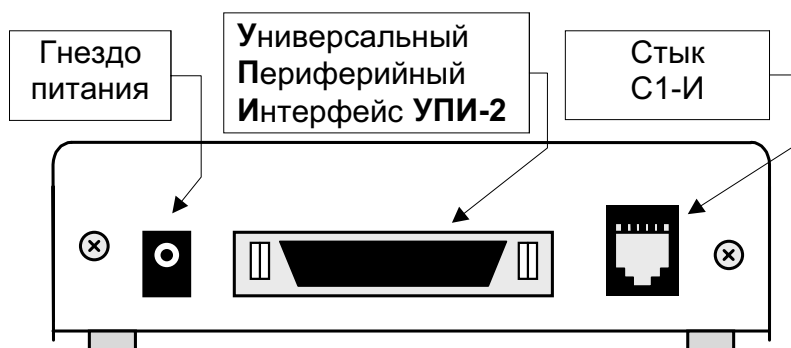

Рис. 7. Задняя стенка конвертера.
На задней стенке конвертера расположены разъёмы для подключения кабеля УПИ-2, стыка  $C1-I$  и питания (см.Рис. 7). Назначение контактов разъёма стыка  $C1-I$  приведено на стр.42.
2. Подключить кабель стыка С1-И (джек) к розетке типа RJ-45, расположенной на задней стенке конвертера (см.Рис. 7).